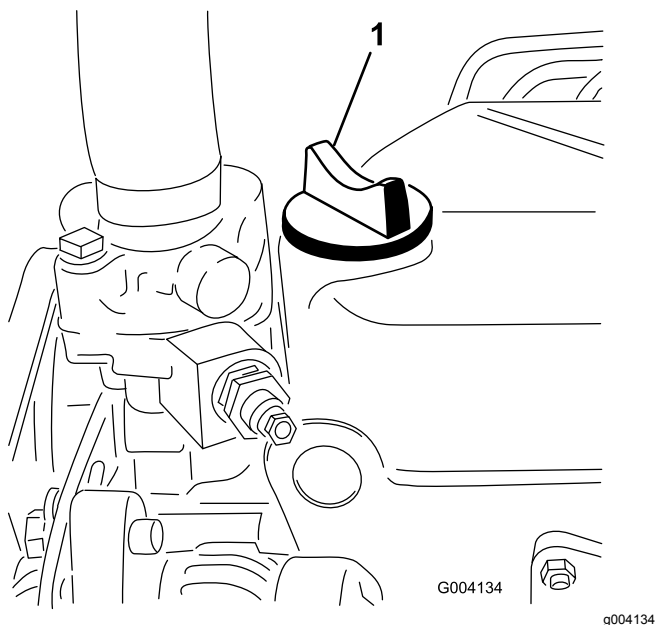

Figura 44
5. Se l'olio non raggiunge la tacca di pieno, togliete il tappo di riempimento (Figura 44) e aggiungete olio finché il livello non raggiunge la tacca. **Non riempite troppo.**